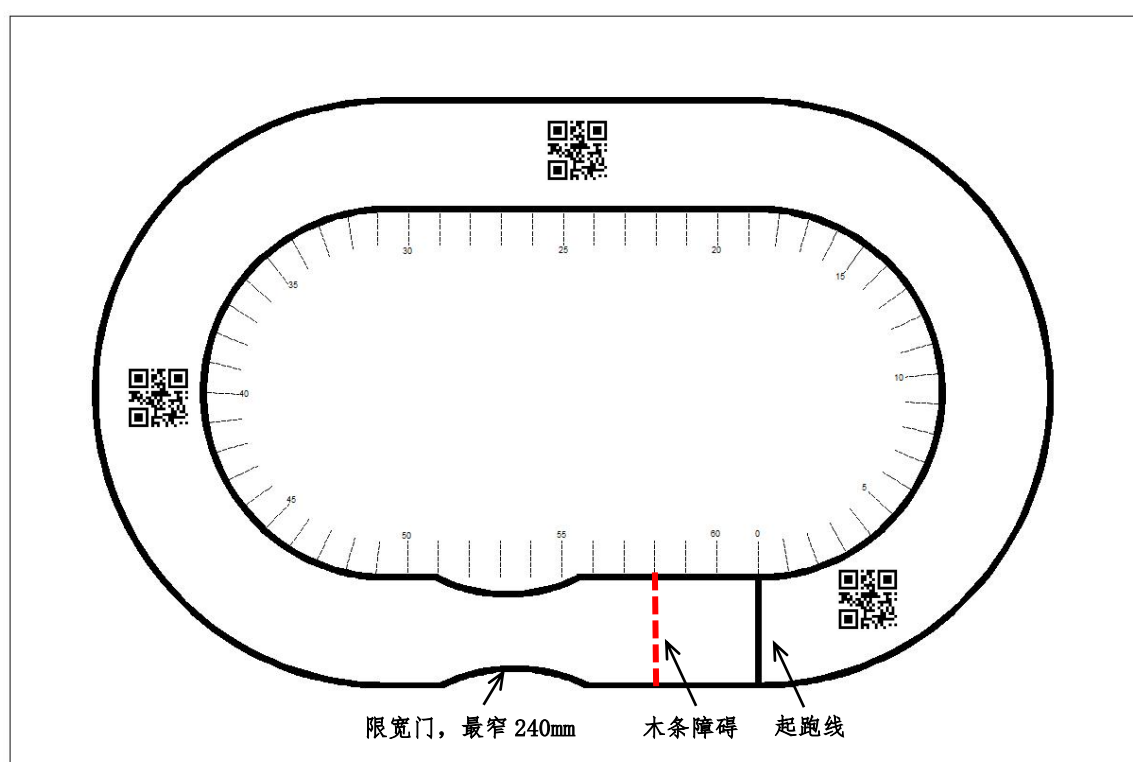

图 1 场地示意图
- 2、在赛道中摆放 3 个二维码，第 1 个二维码放置在起跑线前方 30cm 处，第 2 个二维码放置在直道中间，第 3 个二维码放置在弯道中间，如图 1 所示。
- 1、场地设置一个截面为 10mm×20mm 的长正方形轻质木条障碍，木条长度与赛道宽度相同。木条用红色不干胶纸粘贴包裹，摆放在图 1 所示位置。